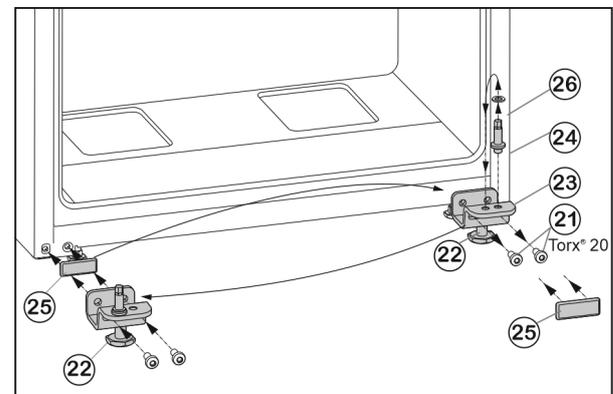

Fig. 7
- ▶ Befestigungsschrauben Fig. 7 (21) abschrauben.
- ▶ Lagerbock unten Fig. 7 (23) komplett mit Lagerbolzen Fig. 7 (24), Scheibe Fig. 7 (26) und Stellfuß Fig. 7 (22), abnehmen.
- ▶ Lagerbolzen Fig. 7 (24) komplett mit Scheibe Fig. 7 (26) abschrauben, in das gegenüberliegende Aufnahmeloch des Lagerbocks umsetzen und wieder festschrauben.
- ▶ Abdeckplatte Fig. 7 (25) vorsichtig abnehmen und auf die Gegenseite umsetzen.
- ▶ Lagerbock unten Fig. 7 (23) komplett mit Lagerbolzen Fig. 7 (24), Scheibe Fig. 7 (26) und Stellfuß Fig. 7 (22) auf der neuen Scharnierseite ggf. mit Hilfe eines Akkuschaubers **fest (mit 4 Nm)** wieder anschrauben.
- ▶ Untere Tür von oben auf Lagerbolzen Fig. 7 (24) aufsetzen.
- ▶ Stellfuß Fig. 7 (22) am Lagerbock unten Fig. 7 (23) herausdrehen, bis er auf dem Boden aufliegt.